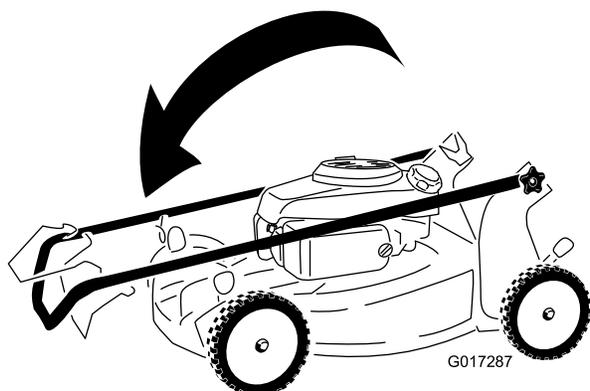

Figure 17
2. Pliez la moitié supérieure du guidon en avant de la manière indiquée (Figure 17).